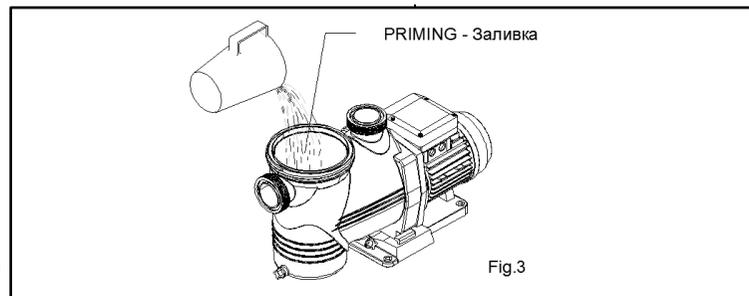

Fig.3
- For the correct operation of the pump, it must be primed until water reaches the surface of the suction pipe. In models with built-in pre-filter, the pump can be filled with water by opening the lid of the pre-filter (Fig. 3).
- Для обеспечения нормальной работы насоса требуется его заливка до момента, когда уровень воды достигает поверхности приемной трубы. Для моделей со встроенным фильтром предварительной очистки, заливка водой насоса производится через открытую крышку префильтра (Рис. 3).
- For models with pre-filter the following operations can be performed (Fig. 3):
- Для моделей с фильтром предварительной очистки следует выполнить следующие действия (Рис. 3):